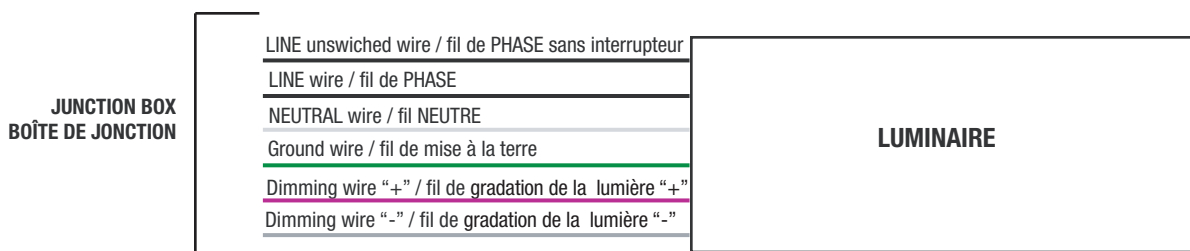

Fig. 4
NOTE: If the luminaire include an Emergency Driver (optional), bring an additional unswitched AC wire supply into the junction box and see the Fig. 4 in order to make electrical wiring connections.
- NOTE:** Si le luminaire est muni d'un contrôleur de DEL d'urgence (optionnel), apporter un fil d'alimentation c. a. sans interrupteur dans la boîte de jonction et voir la Fig. 4 pour faire les connexions électriques.